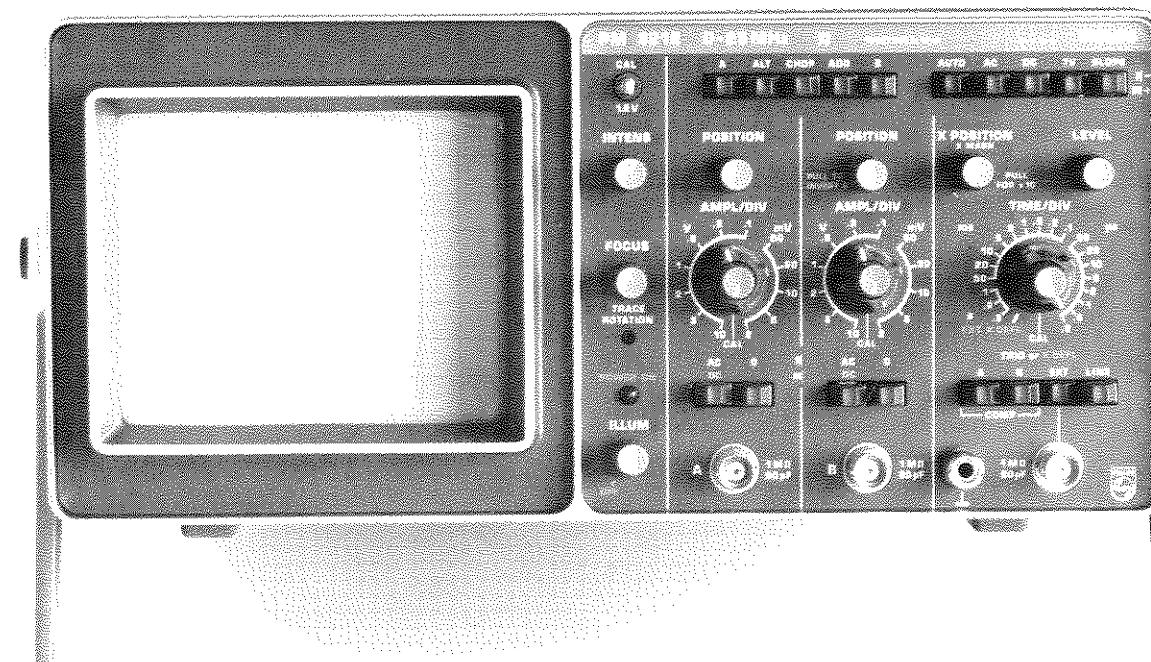

Abb. 2.2. Vorderansicht des Oszilloskopen mit Bedienungsorganen und Buchsen
2.2. BEDIENUNGSELEMENTE UND BUCHSEN (siehe Abb. 2.2.)
Siehe Abb. 2.2. bezüglich der Lage der Bedienungselemente. Bringe die Einsteller INTENS und FOCUS in Mittelstellung. Taste AUTO drücken und mit Schalter TIME/DIV einen durchschnittlichen Zeitkoeffizienten zwischen 10 μ s/div und 10 ms/div wählen. Mit allen übrigen Drucktasten in Normalstand (nicht gedrückt) lassen sich die Schreibstrahlspuren von Kanal A und Kanal B mit dem entsprechenden Einsteller POSITION auf dem Bildschirm darstellen.